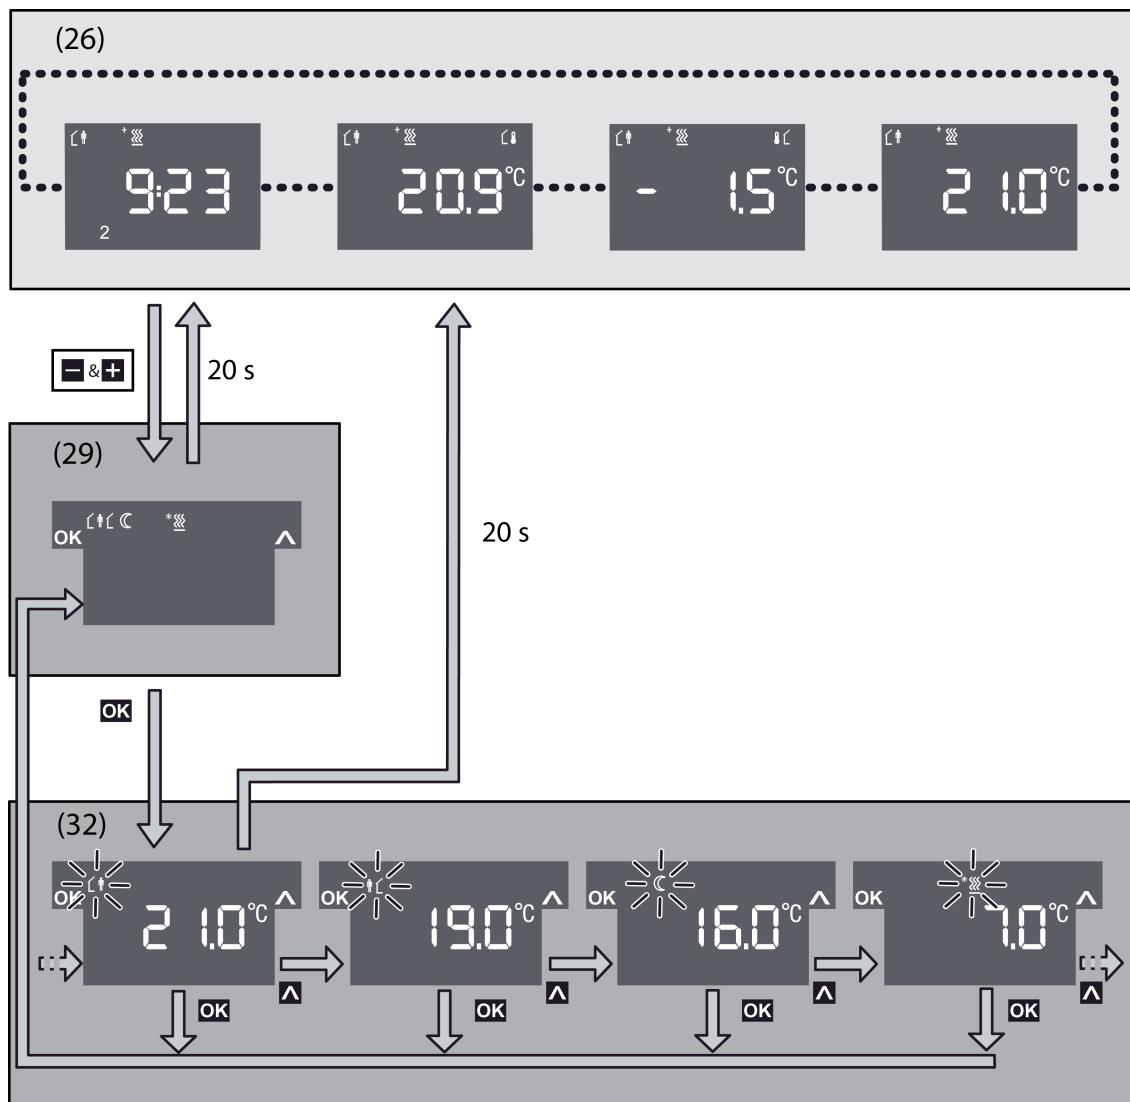

Figure 11: Sous-menu dédié à la commutation du mode de fonctionnement
- La touche d'écran droite ▲ permet de sélectionner l'option de menu pour la commutation du mode de fonctionnement (29) (figure 11).
- Dans l'ETS, il est possible de masquer l'option de menu « Commutation du mode de fonctionnement » (29). Dans ce cas, l'option de menu n'est pas visible dans le menu principal.